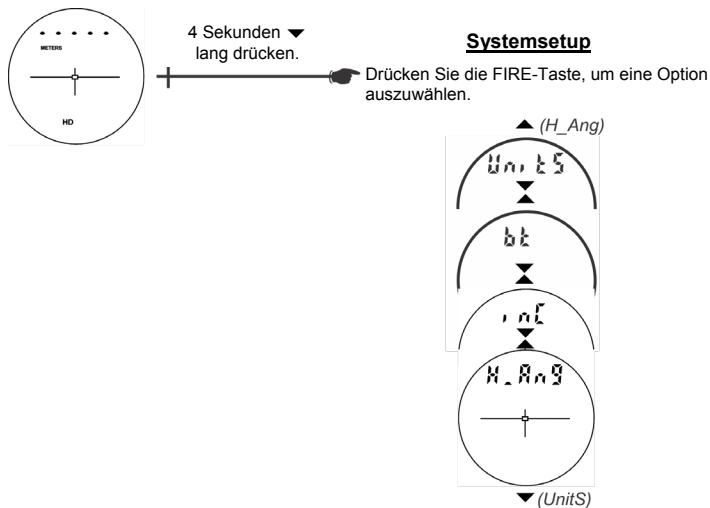

Abbildung 11
Abbildung 11 zeigt einen Überblick über den Systemsetup-Modus, der über den Messmodus aufgerufen werden kann. In den folgenden Abschnitten werden die einzelnen Optionen beschrieben.
1. Halten Sie im Messmodus 4 Sekunden lang  gedrückt. „UnitS“ (Maßeinheiten) erscheint auf der Hauptanzeige, wie in Abbildung 11 unten dargestellt.